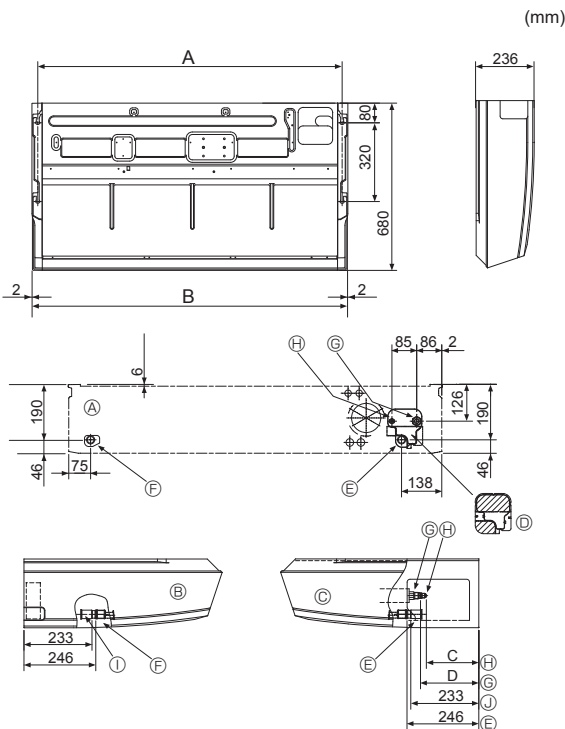

Abb. 3-2
①	Unterlegscheiben	4 Stck
②	Rohrabdeckung	1 Stck, große Ausführung (für Gasrohrleitung)
③	Rohrabdeckung	1 Stck, kleine Ausführung (für Flüssigkeitsrohrleitung)
④	Bänder	4 Stck
⑤	Verbindungsrohrmuffe	1 Stck gekennzeichnet mit 'UNIT'
⑥	Rohrmuffenabdeckung	1 Stck
⑦	Ablaufrohrabdeckung	1 Stck
⑧	Konusmutter	1 Stck ø6,35 (Nur M60)
3.2. Vorbereitung zur Aufstellung (Abb. 3-2)